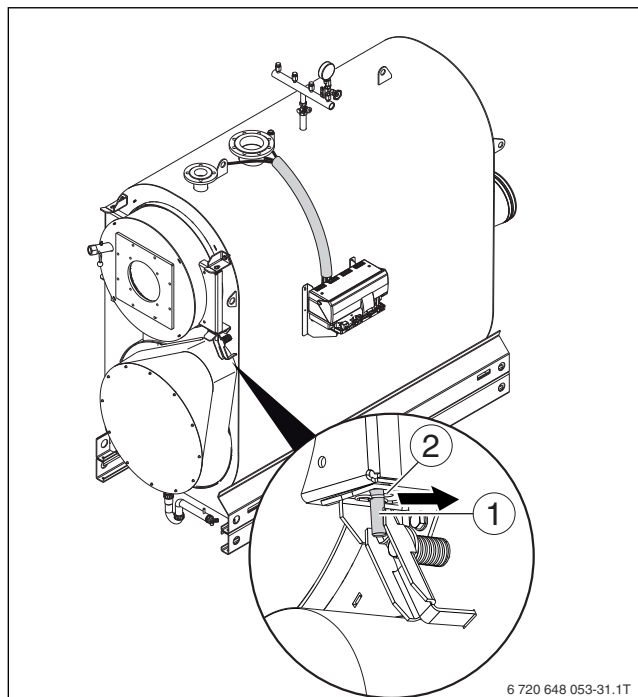

Рис. 17 Удаление шплинта
- Затяните пружину винтом с внутренним шестигранником так, чтобы между коромыслом и шарнирной осью образовался зазор (→ рис. 17, стр. 22).
- Выньте вверх шарнирную ось (→ рис. 17, [1]) из отверстия шарнира.
- Вставьте шплинт под нижним кронштейном двери в шарнирную ось (→ рис. 17).